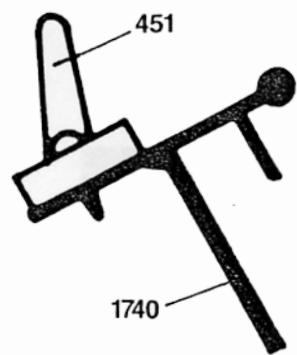

fig 19
- Fit roof vent stay (450) to vent bottom bar, using screws (402) as in TT noting that the window stay pegs should be fitted to the window sill as in fig. 19 with the taper causing the pegs to lean slightly out to ensure maximum stability of the window.
- Dachlüfteraussteller (450) wie bei TT gezeigt mit Schrauben (402) am unteren Dachlüfterprofil befestigen.
- Die beiden Zapfen (451) für den Dachlüfteraussteller wie bei TT gezeigt mit Schrauben (402) an der Lüfterschwelle befestigen. Dabei beachten, daß die Aussstellerzapfen wie in Bild 19 gezeigt am Fenstersims angebracht werden, wobei die Zapfen zur Gewährleistung der maximalen Stabilität des Fensters vom Kegel leicht nach außen gedrückt werden.
- Montez le support de fenêtre (450) sur la barre inférieure de la fenêtre à l'aide des vis (402), comme dans TT.
- Montez les deux chevilles d'encrage de la fenêtre de toit sur le seuil, à l'aide des vis (402) comme dans TT, en veillant à monter les chevilles d'ancrage sur le seuil de la fenêtre, comme dans la fig. 19, de façon à ce que la partie conique fasse pencher les chevilles légèrement vers l'extérieur afin de garantir une stabilité maximum de la fenêtre.
- Bevestig raamstut (450) aan raam-onderbalk met schroeven (402), zoals in TT.
- Bevestig beide raam-stutpennen aan de raamdorpel met schroeven (402) (zie TT), waarbij het moet worden opgemerkt dat de vensterstutpennen op de in Afb. 19 getoonde wijze moeten worden aangebracht, d.i. met het spitse uiteinde in zodanige richting dat de pennen enigszins naar buiten afwijken om zodoende het venster zo stabiel mogelijk te maken.
- Montera fönsterstaget (450) på fönstrets undre profil med skruver (402) enligt TT.
- Fäst de två fönsterhakarna (451) på fönstersyllen med skruvar (402) enligt TT. Observera att fönsterhakarna skall monteras på fönstersyllen enligt fig. 19, så att hakarna lutar utåt en aning för att få maximal stabilitet i fönstret.
- Monter tagvinduet holder (450) på vinduet bundstykke med skruer (402) som i TT.
- Sæt begge tappe til tagvinduet holder på vindueskarmen med skruer (402) som i TT, idet man skal bemærke at lappene skal monteres på vindueskarmen med den spids del, der får lappene til at stå skråt udad, placeret som vist i fig. 19 for at give vinduet størst mulig stabilitet.